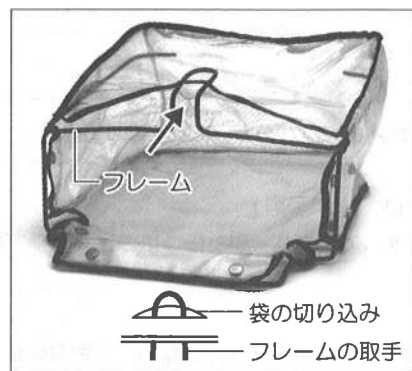

図6
- ①集草袋にフレームを差し込んでください。このとき袋の切り込みに、フレームの取手を通します。(図6参照)